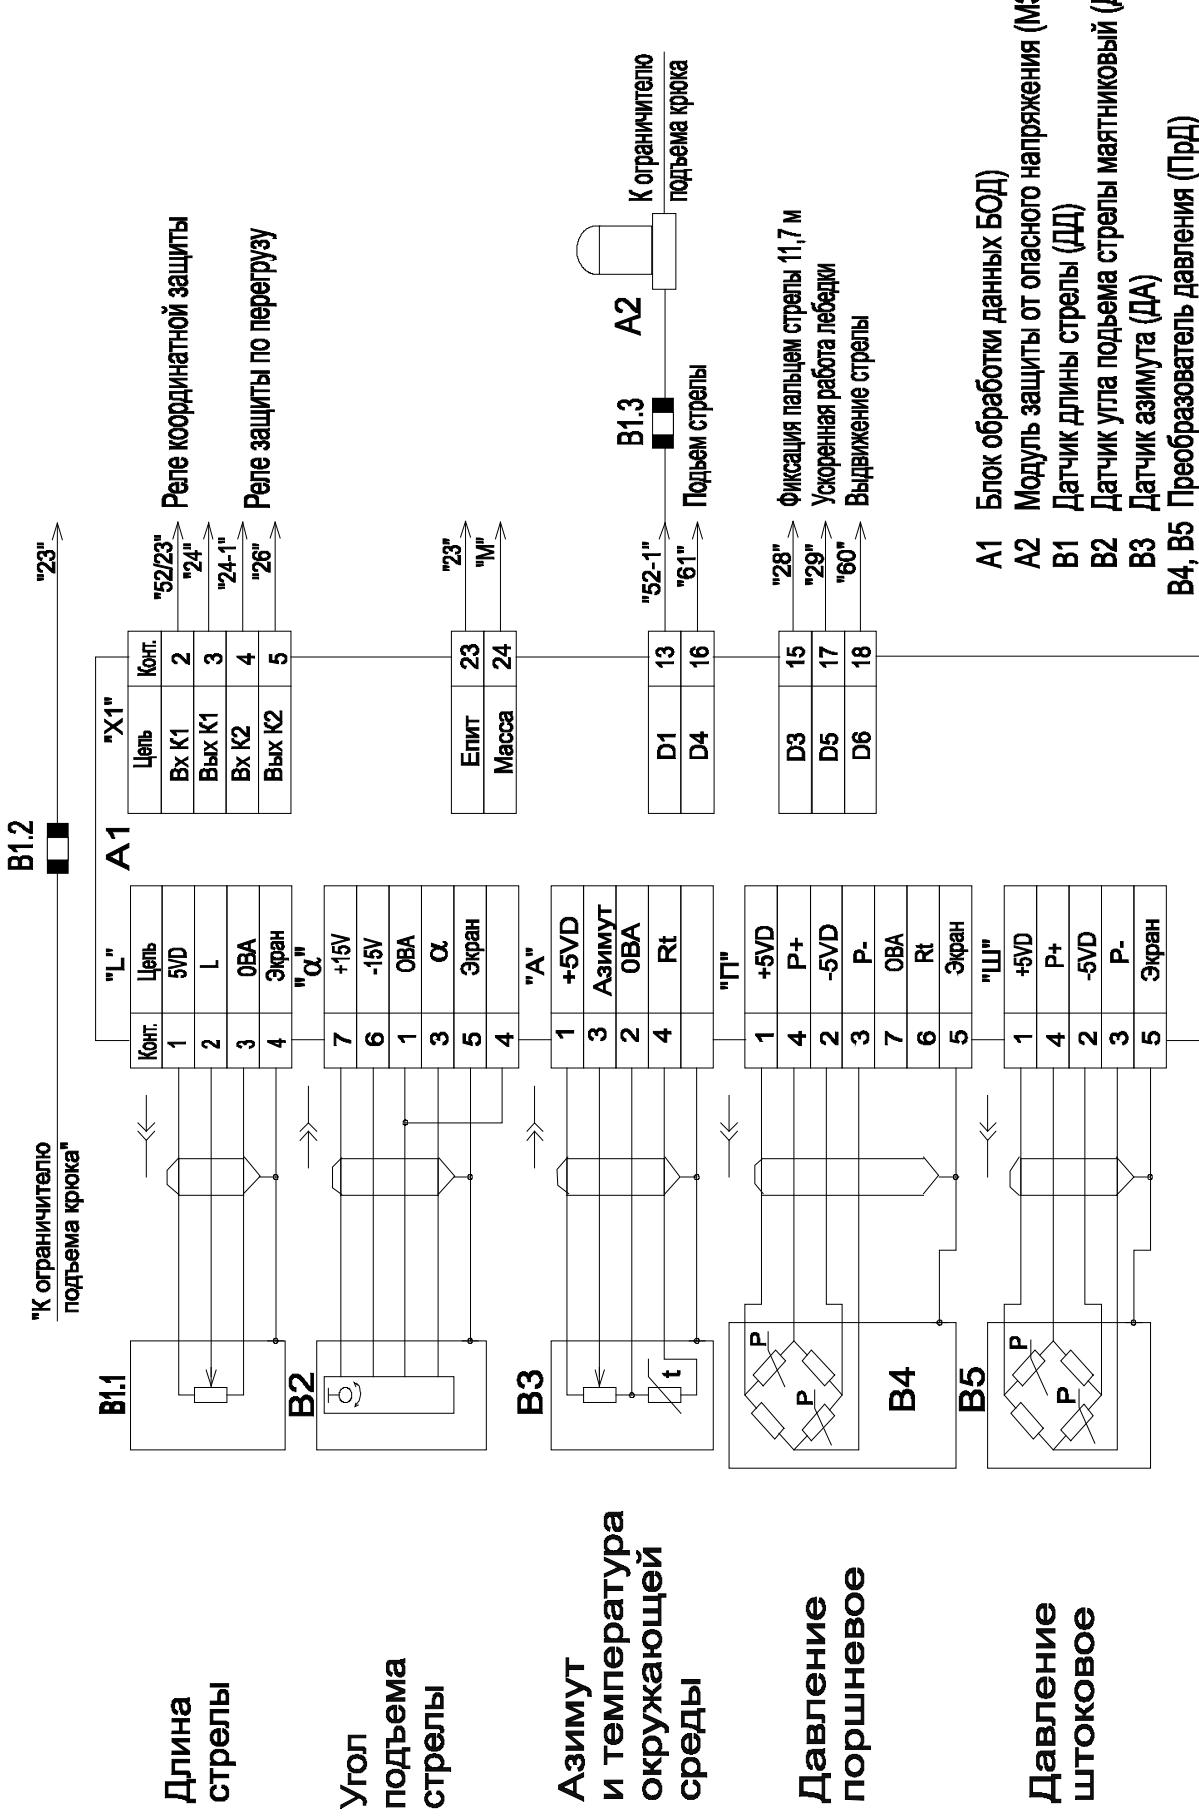

Рисунок 2 - Схема включения ограничителя ONK-140 на кране
1.4.2 ОГН подключается к системе управления крана (см. рисунок 2) посредством разъемов: через разъем X1 БОДа проходят цепи управления исполнительными механизмами, цепи питания изделия, сигналы с концевых выключателей, связанных с ручками управления крана; датчики подключаются к прибору через индивидуальные разъемы.